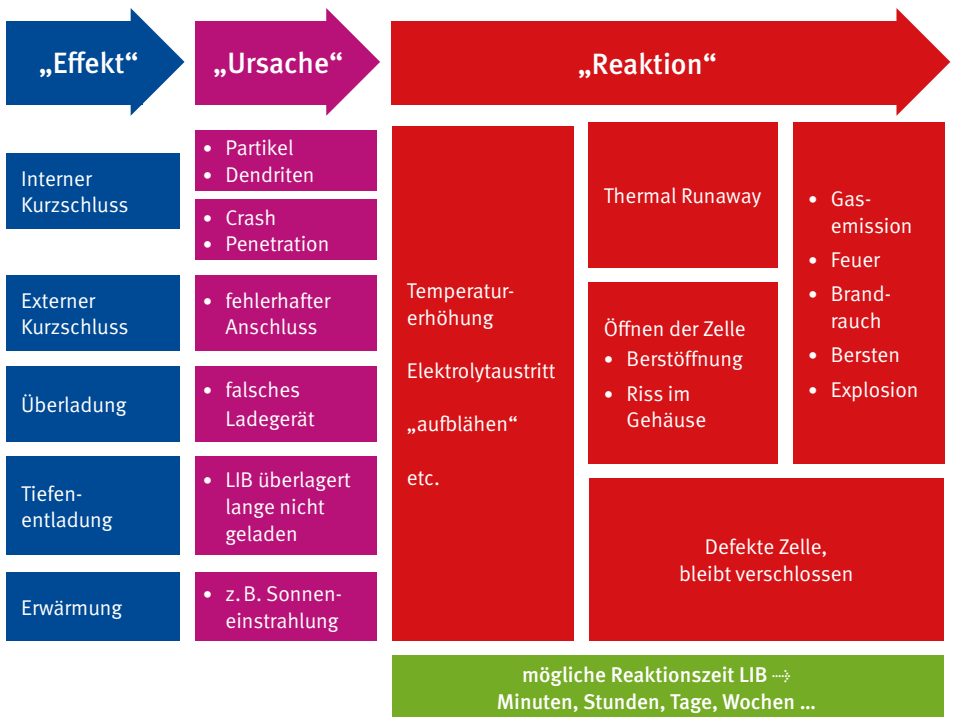

Abb. 8 Einfluss von unterschiedlichen Ursachen auf die Gefährdungen und deren Reaktionen
In der folgenden Abbildung 8 sind verschiedene Ursachen für Gefährdungen und deren Auswirkungen grafisch dargestellt.
- Thermische Einwirkungen sind beispielsweise Feuer, hohe Temperaturen und Sonneneinstrahlung. Hohe Temperaturen führen, wie in Abbildung 8 dargestellt, zu einer Erwärmung und einem Druckanstieg im Inneren der Zelle.